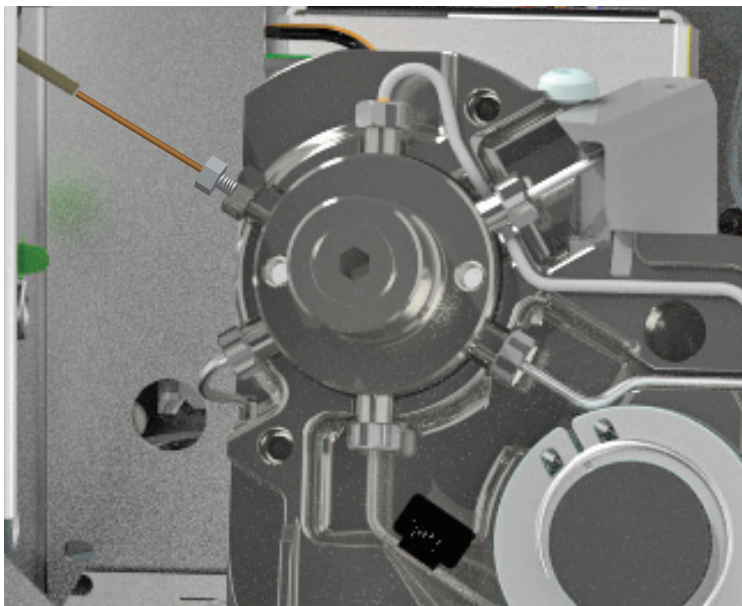

図7. 3/16インチ内部レデューサ (バルブカバーを取り外した状態)
- 7 内部レデューサの3/16インチナットを緩めます (図7)。(1/4インチスパナを使用して、バルブフィッティングを固定します)。